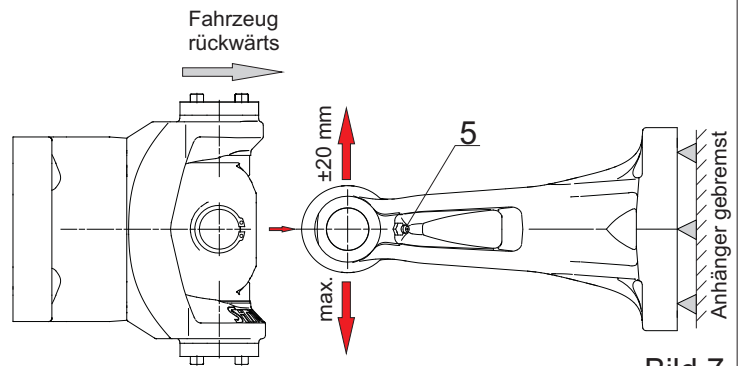
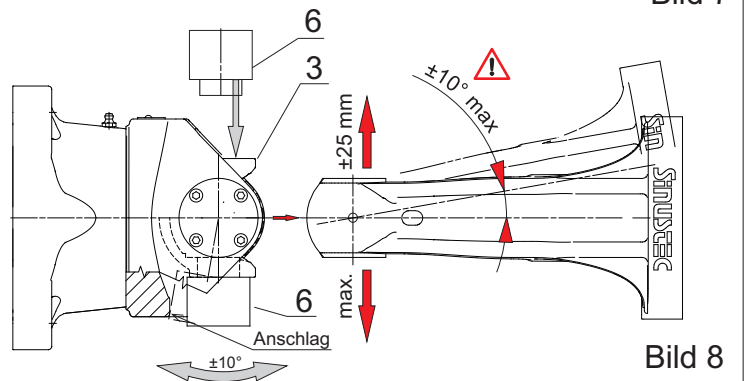

Bild 7
Bild 8
[ Bild 7 - Bild 8 ]
- 4.2.1 Zugfahrzeug und Anhänger in eine Position zueinander bringen, wie in Bild 7 und Bild 8 dargestellt. Die angegebenen maximalen Abweichungen dürfen nicht überschritten werden. Beide Anschlagbolzen (6 - Montagehilfswerkzeug) einsetzen. Langsam rückwärts fahren, bis die Zugöse komplett im Fangmaulgrund aufgenommen ist. Die Bohrungen von Zugösenaufnahme und Zugöse müssen zueinander -ohne Versatz- fluchten. Die Zugösenaufnahme (3) muss sich während des Zusammenführens zur Zugöse ausrichten. Der Kuppelvorgang ist zu wiederholen, wenn sich die Zugöse im Fangmaul sperrt, bevor der Fangmaulgrund erreicht ist; beispielsweise indem der maximal zulässige Winkel von  $\pm 10^\circ$  zwischen Zugfahrzeug und Anhänger überschritten wurde. Nicht versuchen, lediglich die Kuppelkraft zu erhöhen! Dies kann zu Schäden an den Funktionsflächen führen. Kupplungsbolzen in umgekehrter Reihenfolge zu 4.1.3 montieren.
- 4.3.3 **Schmierung:** [ Bild 6 ] [ Bild 7 ]
Kupplungseinheit über die Schmiernippel (5) am Flanschlager [ Bild 6 ] und an der Zugöse [ Bild 7 ] mit zwei bis drei Hüben einer handelsüblichen Handhebel-fettpresse abschmieren.